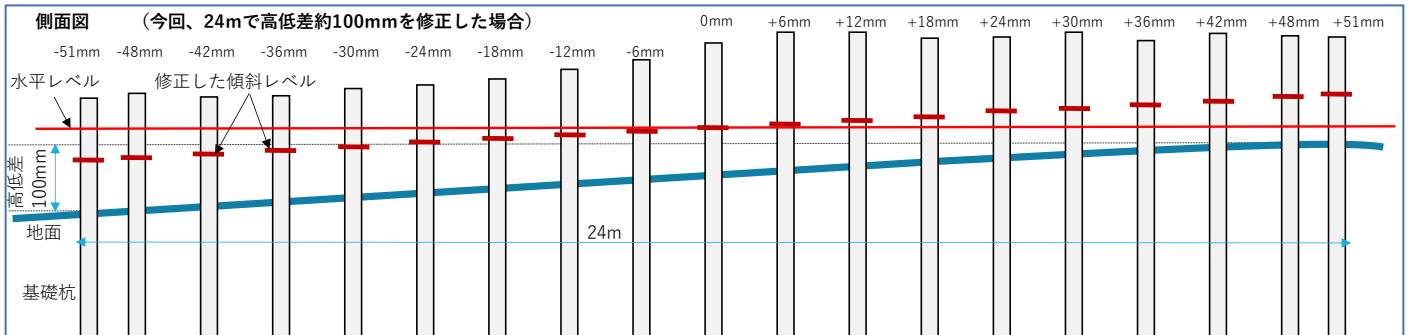

図 7-4 圃場の傾斜に沿って建てる場合のクランプ位置の修正
**A7** 可能です。傾斜に沿って一直線に根太を固定できるように、クランプ設置マークを修正します（図 7-4）。最後に、水系を張り、クランプ設置位置が一直線になっていることを確認します。